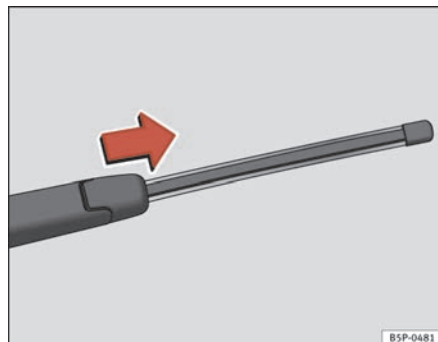

Fig. 179 Estrarre la spazzola tergilunotto
- Sollevare la racchetta del tergilunotto dal lunotto ⇒ **fig. 179**
- Scorrere l'adattatore della spazzola nella direzione della freccia e rimuovere la spazzola ⇒ **fig. 179**.